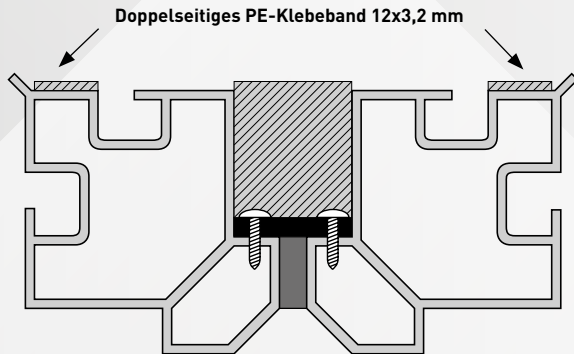

Abbildung 13 Isolieren der Geräteteilung
- Das doppelseitige PE-Klebeband rundum an den schrägen Kanten an den Eckpfosten anbringen (siehe Abbildung 13).